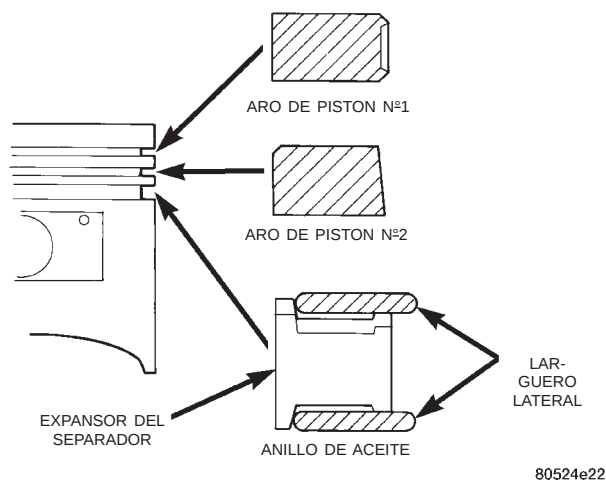

Fig. 117 Instalación de los aros de pistón
(1) Instale los aros con las marcas de identificación de fábrica mirando hacia arriba, hacia la parte superior del pistón (Fig. 117).
(2) Instale primero el larguero lateral superior y después el inferior.
(3) Instale el aro de pistón n°2 y después el n° 1 (Fig. 117).